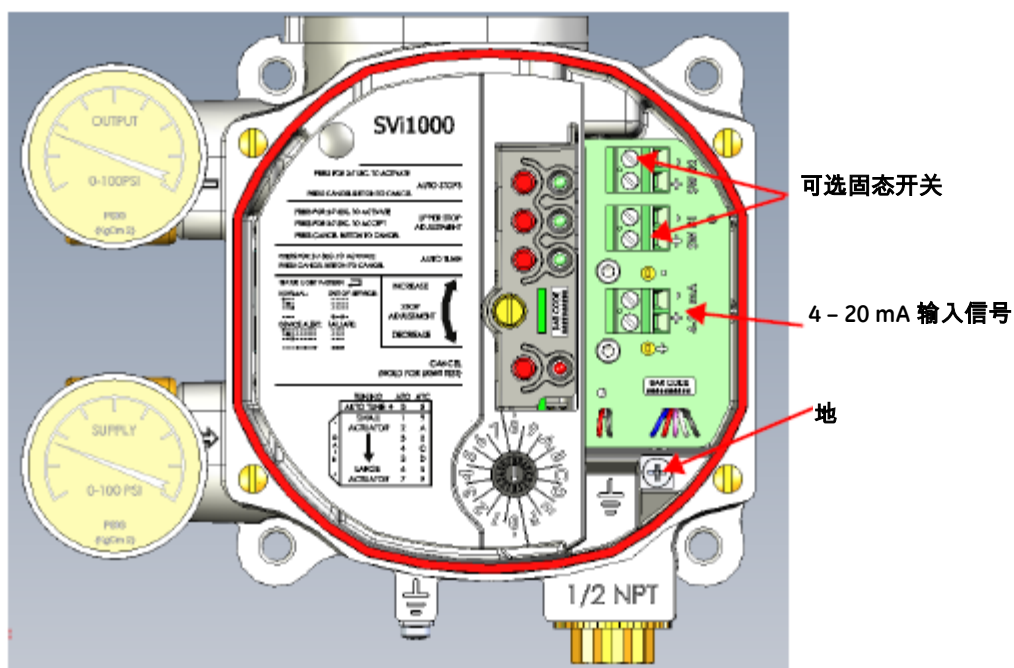

图 19 电子模块的连接 (通过操作面板)
2. 把信号+/-端子连接到电源的+/-极上：正极对正极，负极对负极 (图 19)。
4. 将 4-20 mA 连接器置于接线板上 (图 19)。